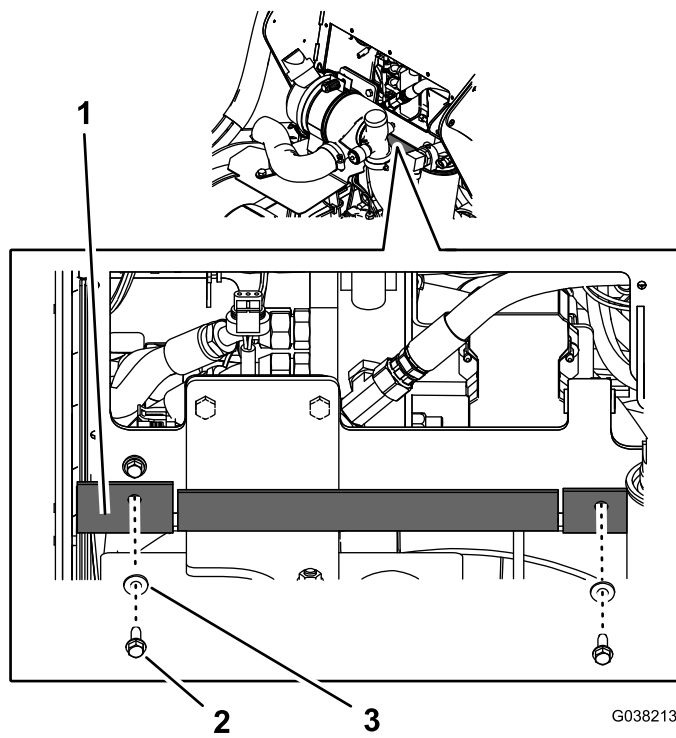

Figura 3
3. Rimuovete i 2 bulloni e le 2 rondelle che fissano il deflettore in gomma e abbassate il deflettore (Figura 3).